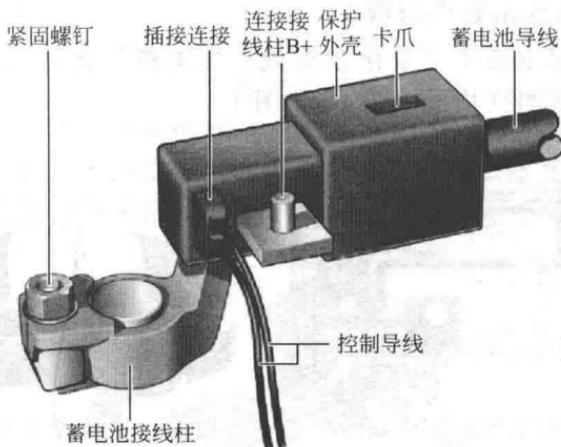

图 1-5 安全型蓄电池接线柱 (SBK) 组件
(1) 安全型蓄电池接线柱(SBK)组件见图 1-5。SBK 由一个传统的可拧紧式接线柱组成,带有内装燃爆材料的空心圆柱体。有一个锁杆用于防止蓄电池导线重新滑回触点位置。
(2) 安全型蓄电池接线柱(SBK)的作用。为了保护起动机电路,采用安全型蓄电池接线柱作为保护措施,该装置可在发生事故